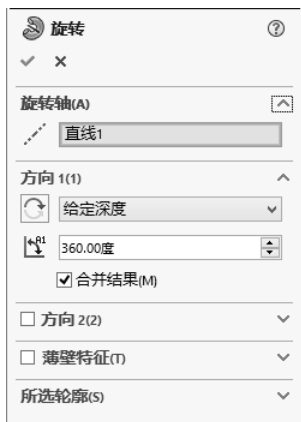
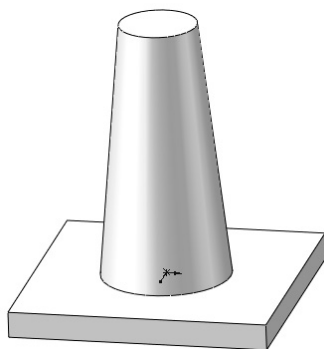

图 4-88 “旋转”属性管理器
图 4-89 绘制结果
**05** 旋转实体。选择菜单栏中的“插入”→“凸台/基体”→“旋转”命令，或者单击“特征”控制面板中的“旋转凸台/基体”按钮，此时系统弹出图 4-88 所示的“旋转”属性管理器。采用默认设置，然后单击“确定”按钮，结果如图 4-89 所示。